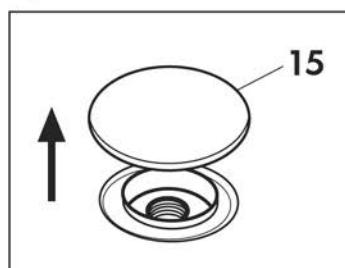

Fig. 4
Verser de l'eau du préféablement de l'eau déminéralisée ou des détergents non mousseux dans le réservoir prévu à cet effet en soulevant le bouchon (15) **(Fig. 4)**.